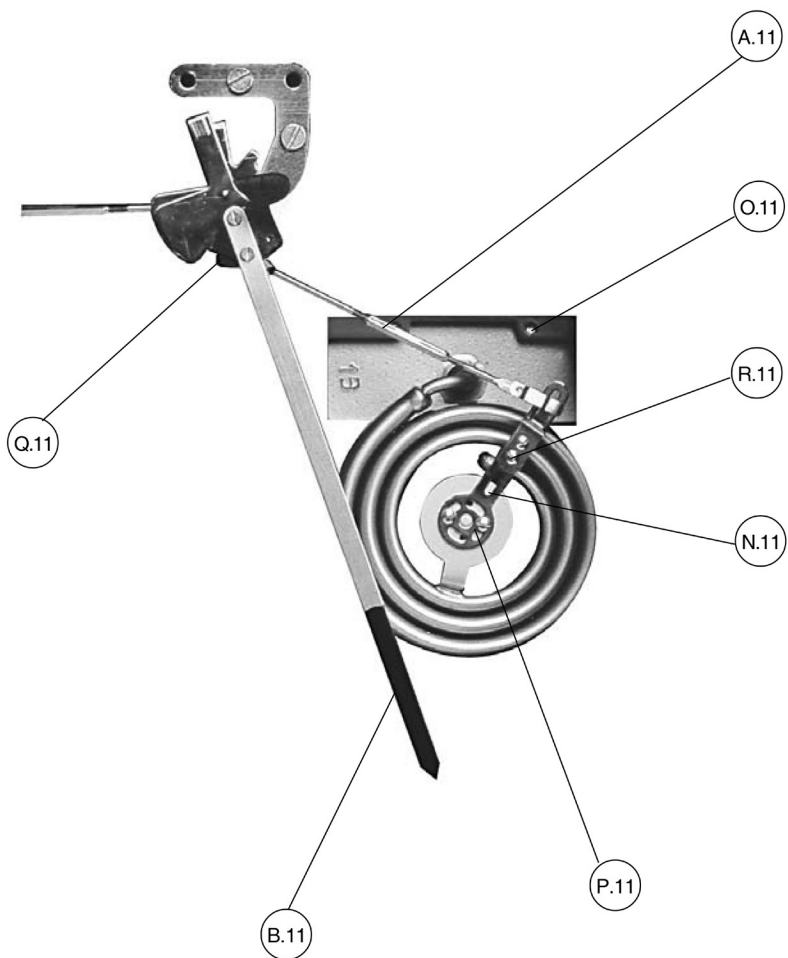
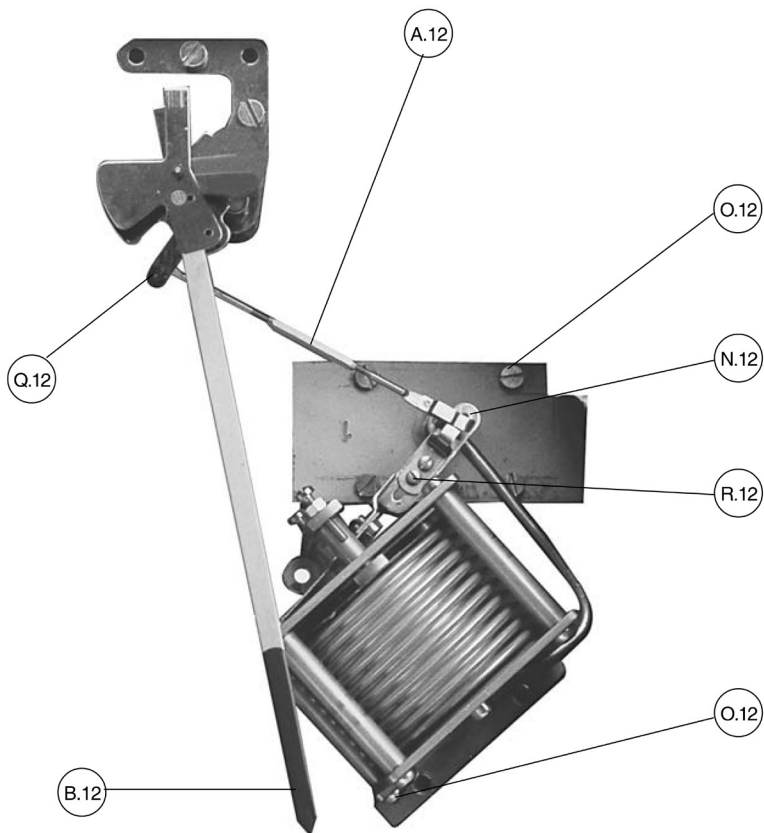
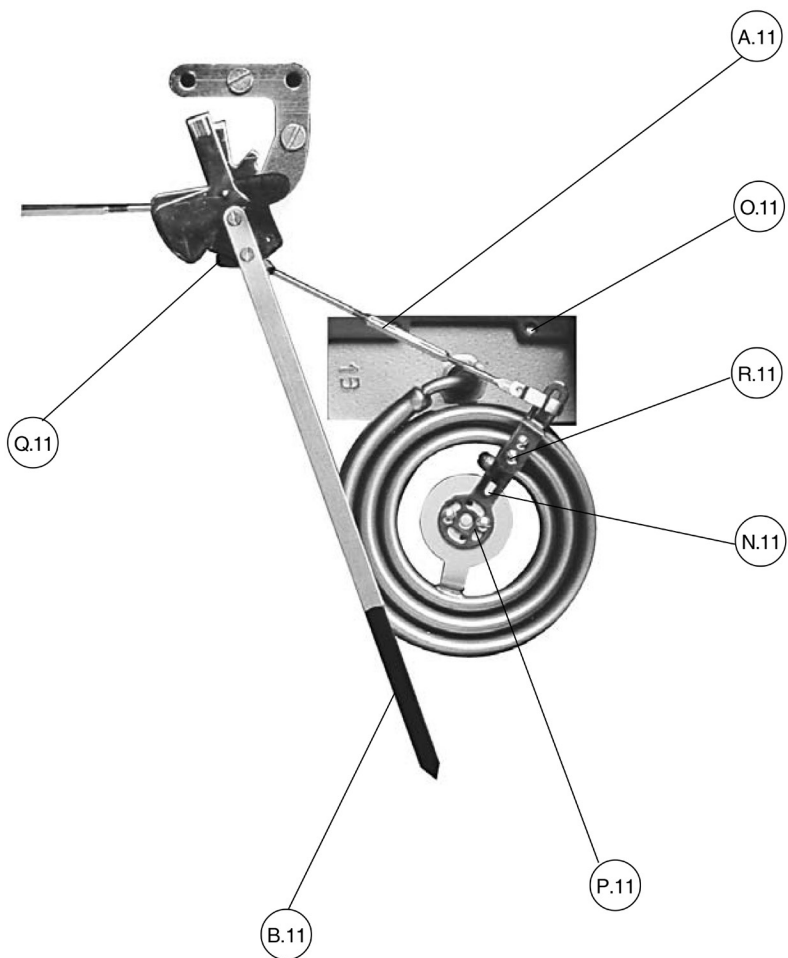

Fig. 11 - Elemento di misura con molla a spirale (manometrica o termometrica)
Fig. 12 - Elemento di misura con soffietto (bassa pressione o pressione assoluta)
Fig. 13 - Elemento di misura con soffietto (bassa pressione o pressione assoluta)
Esigenze di funzionamento o danneggiamenti accidentali possono rendere necessaria la sostituzione dell'elemento di misura. Può accadere, specialmente quando la sostituzione comporta la modifica della scala, che il nuovo elemento di misura esegua un movimento angolare diverso dal precedente. La sostituzione dovrà in ogni caso essere seguita da un controllo e da una messa a punto del sistema di misura: le operazioni da eseguire sono descritte nei paragrafi seguenti. Per la sostituzione si procederà come segue. Vedi Fig. 11 per spirali manometriche o termometriche, Fig. 12 per elementi a soffietto e Fig. 13 per elementi ricevitori convertitori elettromeccanici.
Operating requirement or accidental damages may demand the replacement of the measuring element. The angular movement of the new measuring system can differ from the previous one: replacement must be always followed by an accurate control and calibration as described in the following paragraphs. For the replacement act as follows and make reference to fig. 11 for the thermometric or manometric element, to fig. 12 for bellows elements and to fig. 13 for electromechanical converting unit (for the last ones see also installation and maintenance manual 3.837.5275.909).
Consiste nella verifica su due punti del campo di misura (normalmente allo zero e al 100% della scala) della corrispondenza del valore indicato dallo strumento col valore reale della grandezza misurata. L'ampiezza del campo di misura dipende dal rapporto tra la lunghezza del braccio di leva (N.11-12-13) collegato con l'elemento di misura e la lunghezza del braccio di leva (Q.9) collegato con l'indice di misura. Poiché il braccio di leva (Q) è fisso si dovrà agire sulla lunghezza del braccio (N) procedendo come di seguito descritto. Se l'elemento di misura è del tipo a spirale manometrica o termometrica riferirsi alla Fig. 11 od alla Fig. 12 se è del tipo a soffietto e alla Fig. 13 se trattasi di un convertitore elettromeccanico.
**2.a)** Utilizzando uno strumento campione di sicura precisione portare la variabile al valore corrispondente allo zero della scala e verificare la coincidenza dell'indice di misura (B) con la graduazione di inizio scala; correggere l'eventuale differenza agendo sul tirante esagonale dell'astina (A).
- 5) Restore the connection between the link (A) and the arm (N); paying attention to introduce correctly the jointing ball into its seat; verify this connection is done using the right hole on the arm (Q) indicated by leaving it clear by the red coating or specified with the spare supply; in this latest case the information is done indicating the order number of the hole from the free side of the arm.
It must be done on two different measured point (normally the zero and the 100% of the scale) verifying the correspondence of the instrument indicated value to the effective measured value. The measuring range span is related to the ratio between the length of the arm (N.11-12-13), connected with the measuring element, and the length of the lever (Q.9) linked to the indicating pointer. Being the lever (Q) length not adjustable it will be necessary to act on the arm (N) as follows. Make reference to Fig. 11 when the measuring element is a thermometric or manometric spring, to Fig. 12 for bellows unit and to Fig. 13 for electromechanical transducer.
**2.a)** Making reference to a calibration instrument adjust the measured variable to a value corresponding to the zero of the indicating scale and check the correspondence between the pointer (B) and the graduation of the scale beginning; errors and differences, if any, must be eliminated acting on the turnbuckle of the link (A).